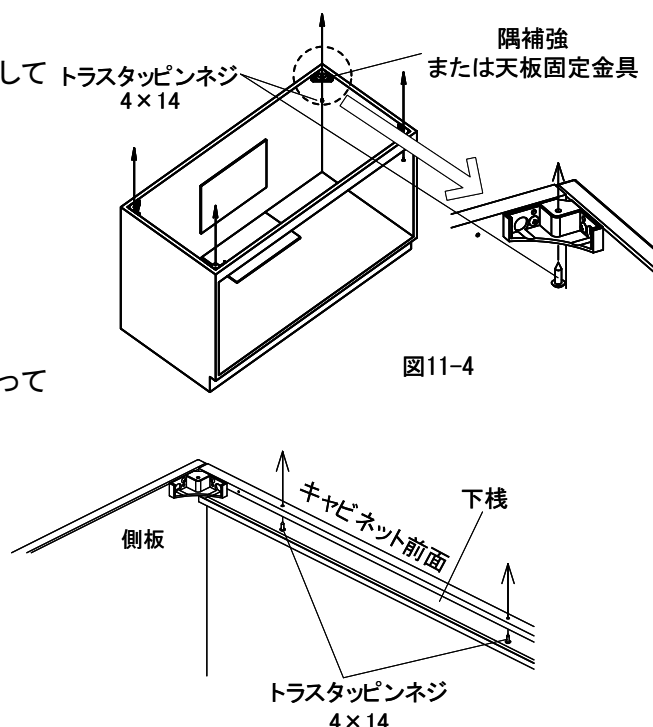

図11-4
①ボウルキャビネット四隅の隅補強(または天板固定金具)を介して トラスタッピンネジ 4×14 所定のネジでカウンターを固定してください。(図11-4)